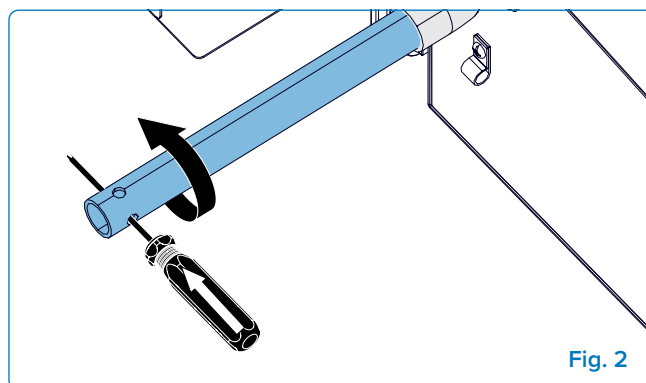

Fig. 2
5. **Il tubo di uscita della scatola affumicatrice** – può essere svitato per la pulizia—inserisci un cacciavite nei fori della punta per maggiore leva (**Fig. 2&3**).